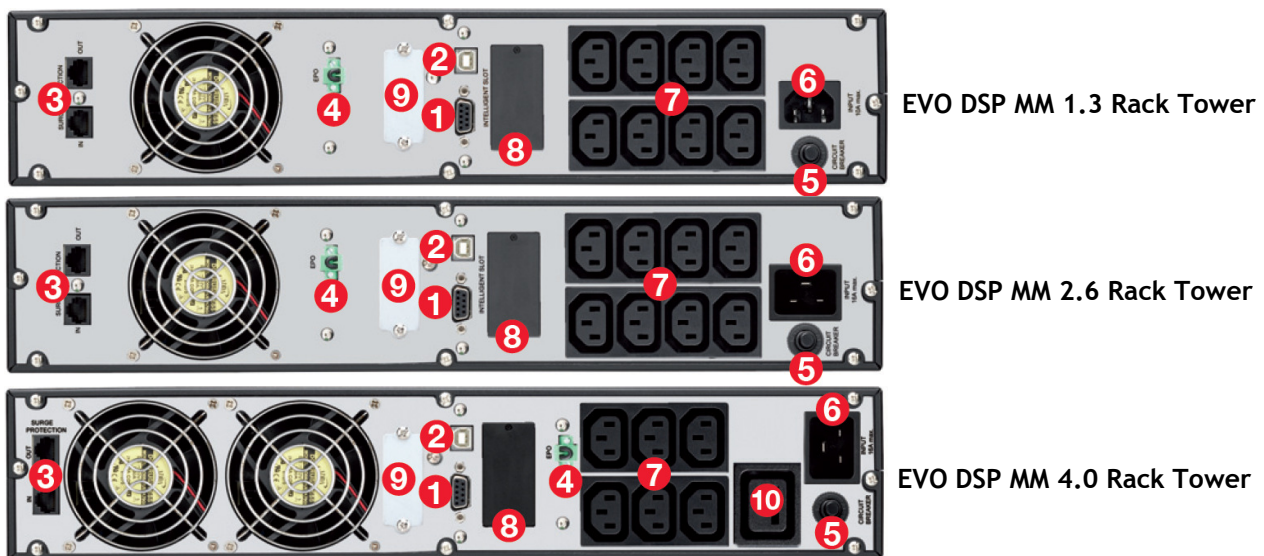

Figura 4 - Pannello Posteriore
1. Tramite il cavo di alimentazione in dotazione collegare la presa d'Ingresso rete (vedi figura 4) ad una presa di alimentazione elettrica che deve avere obbligatoriamente una connessione a terra secondo le norme vigenti. Verificare accuratamente il collegamento a terra della presa d'alimentazione elettrica.
- 3.1. Rimuovere la copertura metallica (#9) sul retro dell'UPS (vedi figura 4), per accedere al Connettore Box Batterie.